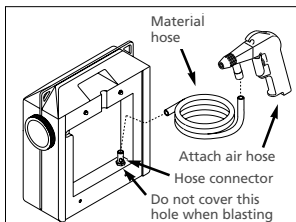

Figura 5 - Model MXS11002
1. Conecte la manguera del material al conector de la manguera. Conecte el otro extremo de la manguera del material a la pistola (Vea Figura 5).